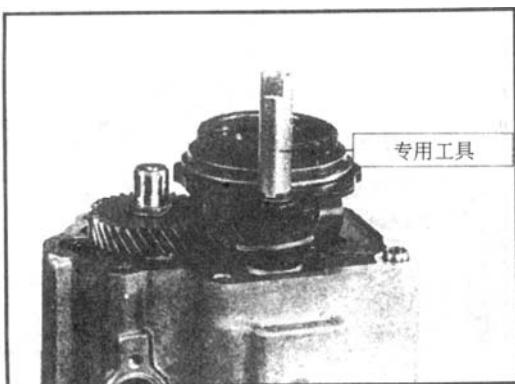

图 4-20 拆卸变速器 (十一)
(11) 撬起五档拨叉锁板, 使其活动。用专用工具左旋五档拨叉套管, 取下五档拨叉总成, 如图 4-20 所示。